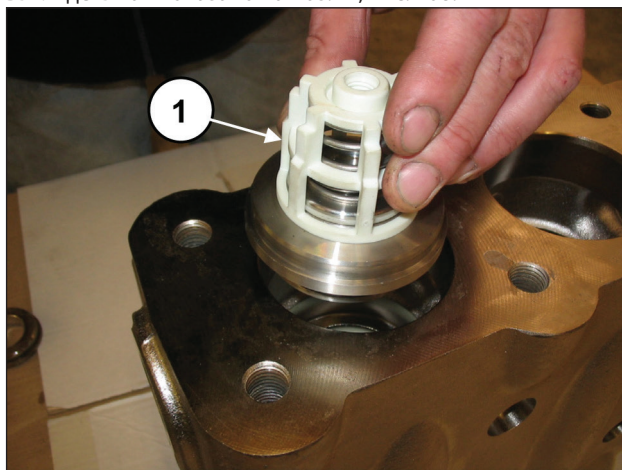
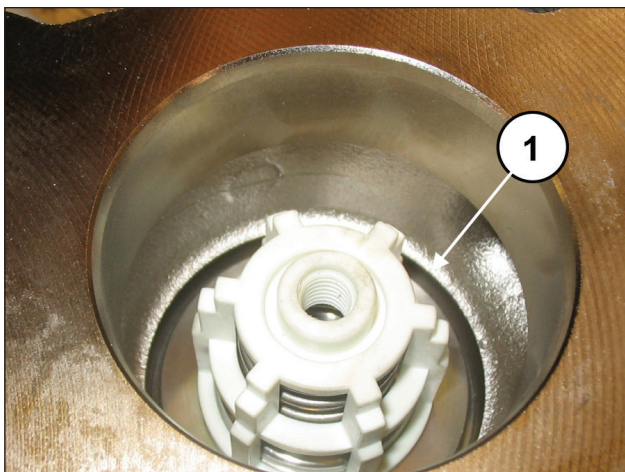

Рис. 107
Рис. 108
Вставьте узел нагнетательного клапана (поз. ①, Рис. 107). Клапанный узел должен быть вставлен до упора и выглядеть как показано на поз. ①, Рис. 108.